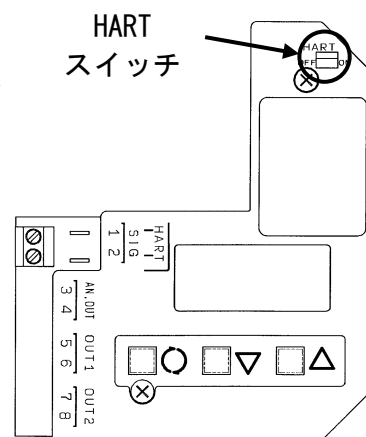

図 5
* 1: 詳細は「**■HART 通信機能の切り替え**」の図 5 を参照してください。